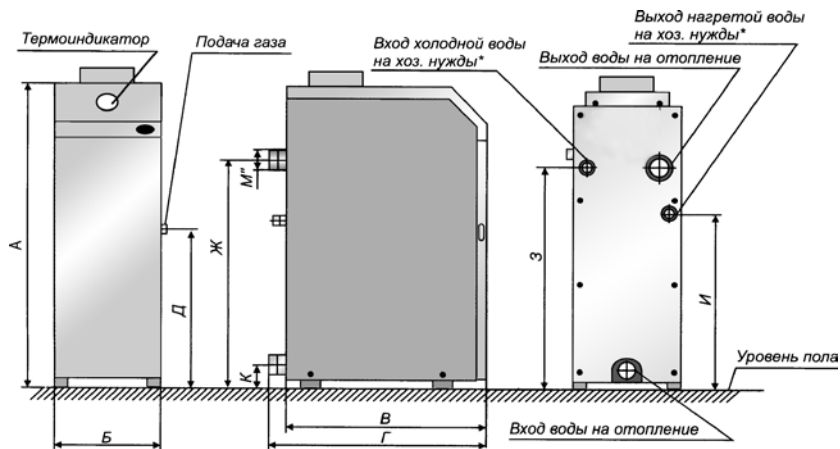
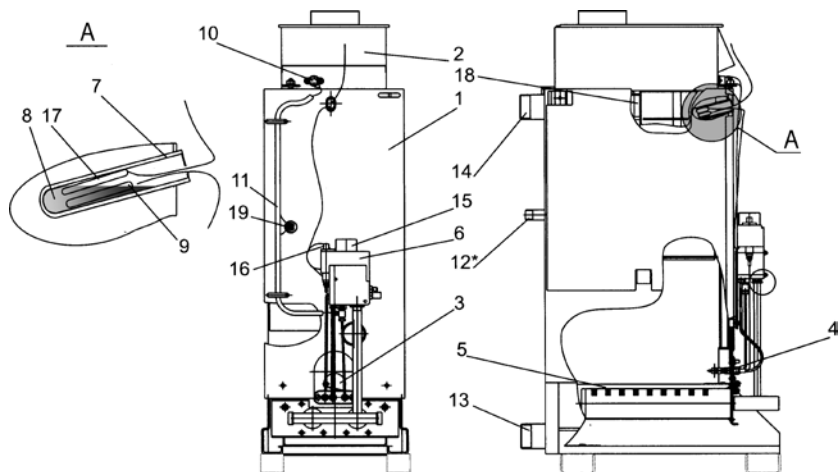
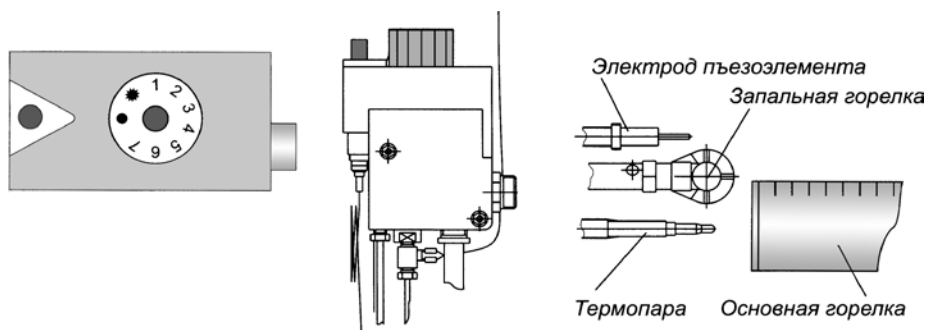

Рис.1 Общий вид котла «VEGA»
Рис.2 Схема конструкции котла «VEGA»
Рис. 7
- 5.1. Котел, рис.1 выполнен в виде напольного шкафа прямоугольной формы, лицевая сторона которого закрыта дверкой, обеспечивающей доступ для запуска котла и управления его работой.
Котел состоит из следующих основных частей: корпуса котла поз.1 рис.2, который состоит из топки и теплообменника. В теплообменнике котла установлены турбулизаторы поз.18 для наиболее полного отбора тепла при сжигании природного газа и передачи его теплоносителю; газохода поз.2; горелок: основной поз.5 и запальной поз.4; автоматики безопасности с газовым клапаном поз.6; патрубков подвода поз.13 и отвода теплоносителя поз.14. В котлах с встроенным водонагревателем предусмотрены присоединительные патрубки поз.12. На лицевой части корпуса котла расположено смотровое окно поз.3 для контроля за розжигом и работой котла. Стаканчик поз.7, в котором установлен баллон термоиндикатора поз.17 и термобаллон поз.9 газового клапана служащий для управления его работой. Термостат (датчик тяги) поз.10 служит для обеспечения его безопасной работы. Для наиболее полного отбора тепла, снаружи корпус котла покрыт теплоизоляцией и декоративным стальным кожухом, покрытым порошковой эмалью. В верхней части кожуха котла установлен термоиндикатор, для контроля температуры воды в котле, рис.1. При розжиге котла сначала зажигается запальная горелка, которая нагревает термопару и дает сигнал на открытие газового клапана и подачи газа на основную горелку.
5.2. Водонагреватель 12 (рис.2) работает по принципу «вода-вода», т.е.
- 6.8. При установке котла в систему отопления с открытым расширительным сосудом, установка датчика перегрева (п.19, рис.2) не требуется, при условии, что отказ термостата управления не вызывает опасную ситуацию для пользователя или повреждение котла (ГОСТ Р 51733-2001).
Перед запуском котла, необходимо проверить наличие машинного масла в стакане корпуса котла поз.7 рис.2.
Изначальное положение круглой рукоятки управления рис.7 в позиции «выключено» (●)
Рис.7 а
Поверните рукоятку управления против часовой стрелки в позицию розжига (★) рис.7 а. Нажмите рукоятку управления до упора и не отпуская ее, нажмите кнопку пьезорозжига (на запальной горелке должен появиться факел пламени). Не отпускайте рукоятку управления в течение 20-30 с. Отпустите рукоятку управления и проверьте наличие пламени на запальной горелке. Если нет пламени, повторите данную операцию, увеличивая время удерживания нажатой рукоятки управления.
Рис.7 б
Для включения основной газовой горелки плавно поверните рукоятку управления против часовой стрелки до положения 1...7 (рис.7 б). Максимальная температура теплоносителя соответствует цифре 7 на рукоятке управления. Температуру контролируйте термоиндикатором (рис.1), регулировку температуры теплоносителя (воды) осуществляет термостат газового клапана через термобаллон поз.9, рис.2, вставленный в стаканчик корпуса котла поз.7, рис.2.